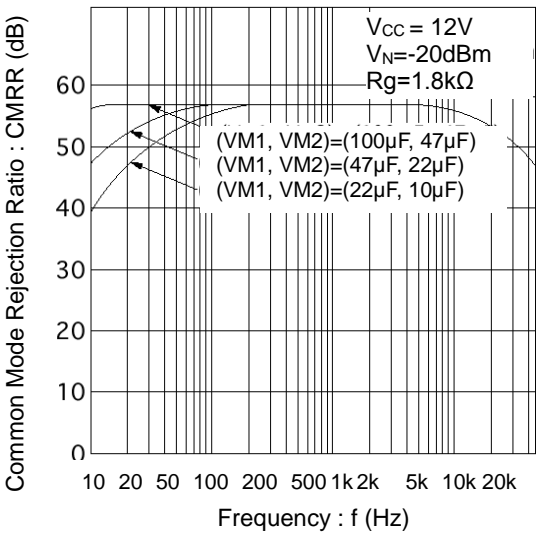

Figure 10. Common Mode Rejection Ratio vs Frequency
14. 2pin (VM1) のコンデンサの容量を 2 倍、半分に設定すれば、低域の CMRR は +6dB、-6dB となります (Figure 10)